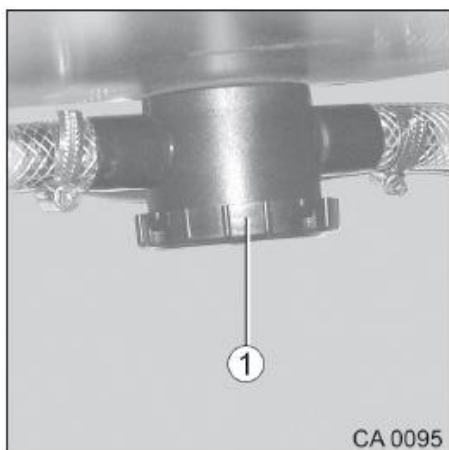

Fig. 161 Siphon
Pour éviter des mauvaises odeurs émanant de l'installation des eaux usées, le camping-car est équipé de siphons (Fig. 161/1).
2. Dévisser le couvercle (Fig. 161/1).
4. Revisser le couvercle (Fig. 161/1) sur le siphon.